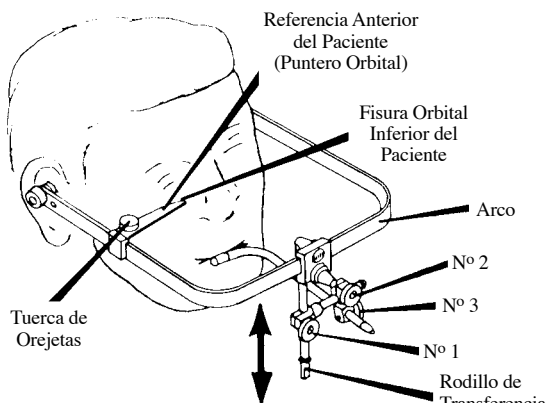

Figura 10
7. Afloje ligeramente la tuerca a resorte que asegura la referencia anterior del paciente, Figura 10. Gire con cuidado esta referencia (puntero orbital) hasta una cercanía con la fisura orbital inferior del paciente.